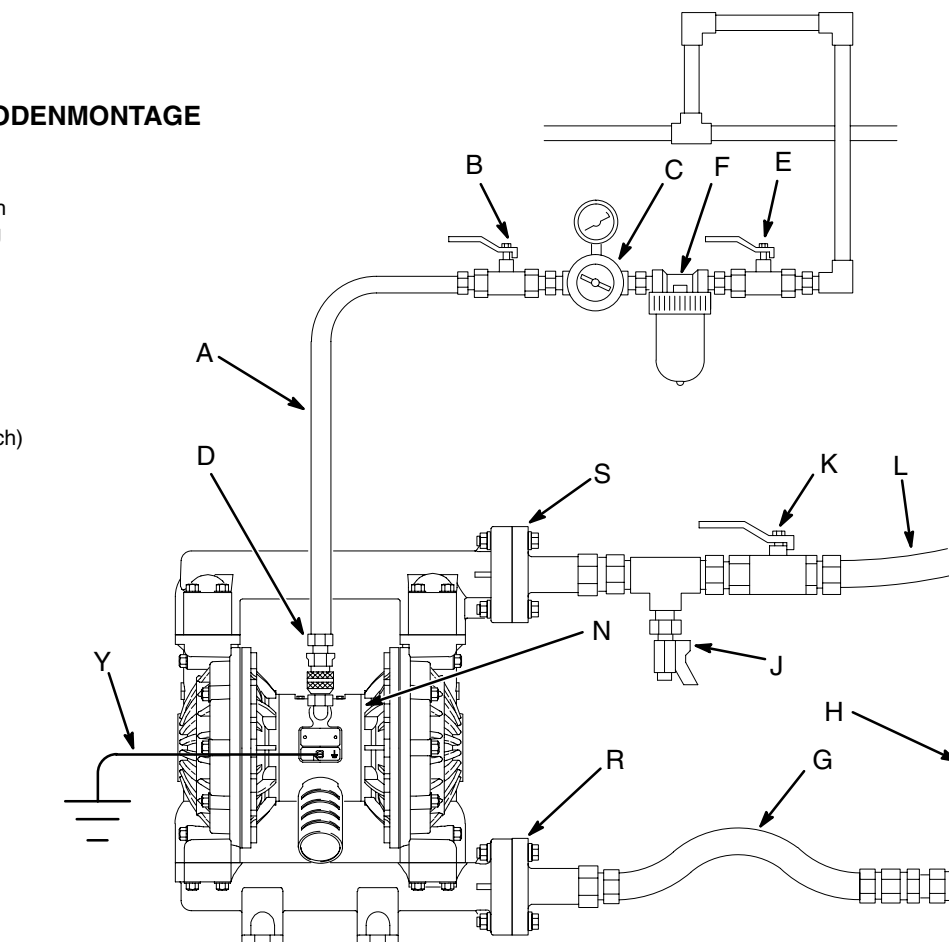

Abb. 2
1. Bei der in Abb. 2 dargestellten typischen Installation handelt es sich lediglich um eine Richtlinie für die Auswahl und Installation von Systemkomponenten. Für die Planung einer Anlage gemäß den Anforderungen wenden Sie sich bitte an den VERDER-Kundendienst.
In Ihrer Anlage ist ein Lufthahn (B) mit Entlastungsbohrung erforderlich, um zwischen diesem Ventil und der Pumpe eingeschlossene Luft abzulassen. Eingeschlossene Luft kann zu unerwartetem Anlaufen der Pumpe führen, was schwere Verletzungen zur Folge haben könnte, einschließlich Spritzern in die Augen oder auf die Haut, Verletzungen durch bewegliche Teile oder Vergiftung durch gefährliche Materialien. Siehe Abb. 2.
1. Die Zubehörteile der Luftleitung wie in Abb. 2 dargestellt installieren. Diese Zubehörteile an der Wand oder einer Halterung montieren. Sicherstellen, dass die Luftzuleitung zu den Zubehörgeräten elektrisch leitfähig ist.
- a. Zur Steuerung des Materialdrucks einen Luftregler (C) mit Anzeige einbauen. Der Material-Ausgangsdruck ist der gleiche wie die Einstellung des Luftreglers.
- b. Einen Lufthahn mit Entlastungsbohrung (B) in Pumpennähe einbauen und zum Ablassen eingeschlossener Luft verwenden. Siehe **Warnung** links. Das andere Hauptluftventil (E) vor allen Zubehörteilen der Luftleitung einbauen und zum Isolieren der Zubehörteile während Reinigungs- und Reparaturarbeiten verwenden.
- c. Der Luftfilter (F) entfernt schädlichen Schmutz und Feuchtigkeit aus der Druckluftversorgung.
2. Zwischen dem Zubehör und der Lufteinlassöffnung (N) von 1/2 NPT(f) der Pumpe einen elektrisch leitfähigen, flexiblen Luftschlauch (A) anschließen. Siehe Abb. 2. Luftschlauch mit mindestens 13 mm ID verwenden.
3. Luftschnellkupplung (D) an das Ende des Luftschlauchs (A) anschließen; Kupplungsöffnung muss groß genug sein, um den Luftfluss nicht zu behindern, da dies die Pumpenleistung beeinträchtigen würde. Passenden Nippel satt in den Lufteinlass der Pumpe einschrauben. Die Kupplung (D) erst dann an das Anschlussstück anschließen, wenn Sie zum Betrieb der Pumpe bereit sind.
LEGENDE FÜR ABB. 2
Es ist ein Materialablassventil (J) erforderlich, um den Schlauch im angeschlossenen Zustand vom Druck zu entlasten. Das Ablassventil vermindert das Risiko von schweren Verletzungen beim Druckentlasten, einschließlich Spritzern in die Augen oder auf die Haut oder Vergiftung durch gefährliche Materialien. Das Ventil in der Nähe der Materialauslassöffnung an der Pumpe einbauen. Siehe Abb. 2.
1. Der Materialauslass (S) der Pumpe besitzt einen 1 1/2" großen, hochgekröpften Flanschanschluss. Siehe Abschnitt **Flanschanschlüsse** auf Seite 8.
2. Einen Druckentlastungshahn (J) in der Nähe der Materialauslassöffnung installieren. Siehe **Warnung** oben.
3. In die Materialauslassleitung ein Absperrventil (K) einbauen.